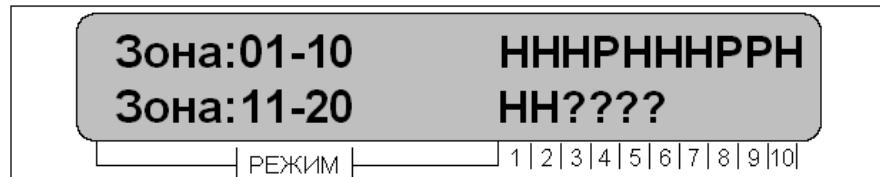

Рисунок 5
- **«Состояние зон»** - отображается состояние зон системы, рисунок 5;